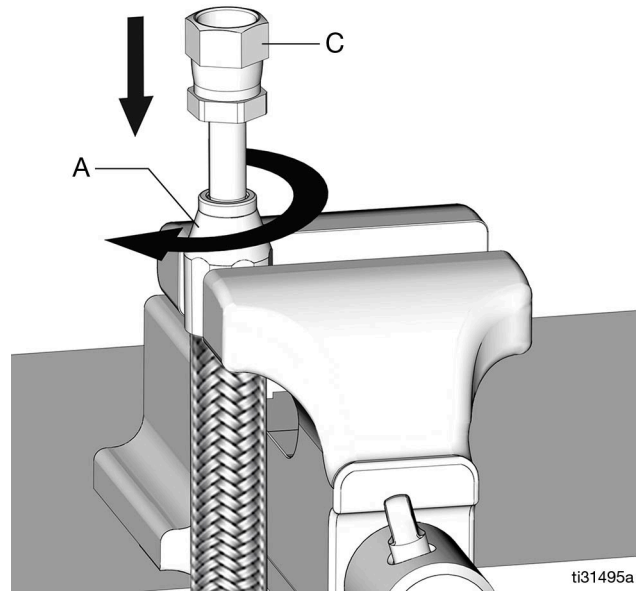

Рис. 68
7. Вставьте nipple (с) во втулку (а) и слегка надавите. По часовой стрелке вкрутите nipple во втулку и шланг (Рис. 68).